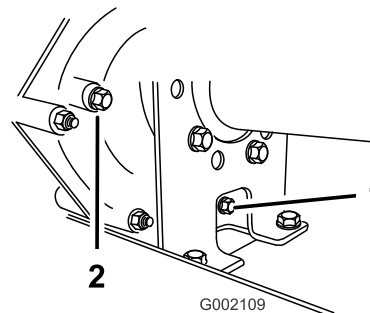
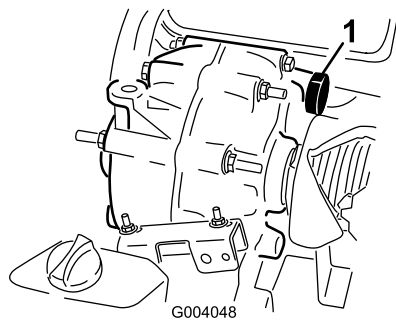

Figura 46
Figura 47
1. Limpie la zona alrededor del tapón de llenado con un trapo (Figura 46).
2. Retire el indicador girándolo en sentido antihorario (Figura 46).
3. Compruebe el nivel de aceite mirando por el orificio del tapón de llenado de la transmisión (Figura 46).
5. Instale y apriete el tapón y la junta en el orificio de llenado de la transmisión (Figura 46).
1. Limpie la zona alrededor de los tapones de vaciado y llenado con un trapo (Figura 46).
3. Retire el indicador girándolo en sentido antihorario (Figura 46).
4. Retire el indicador girándolo en sentido antihorario (Figura 46).
5. Instale y apriete el tapón de vaciado y la junta en el orificio de llenado de la transmisión (Figura 46).
6. Llene el depósito (Figura 47) a través del orificio de llenado con aproximadamente 1,4 litros de aceite del tipo especificado, hasta que el nivel de aceite de la transmisión esté enrasado con el borde inferior de la rosca (Figura 46).
7. Instale y apriete el tapón y la junta en el orificio de llenado de la transmisión (Figura 46).
9. Compruebe el nivel de aceite y añada más si el nivel de aceite está por debajo de las roscas del orificio de llenado (Figura 46).